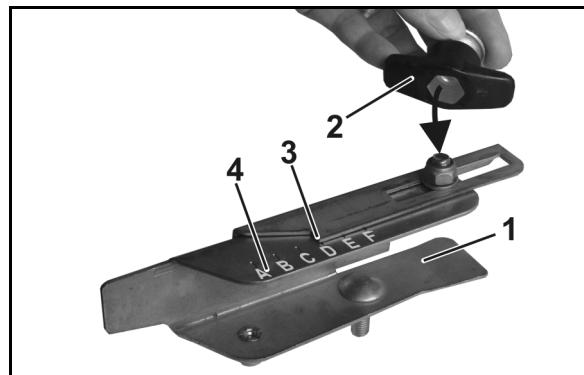

Fig. 79
3. Løsne skruforbindelsen mellom den ytre vingedelen (Fig. 79/1) og vingemutrenes unbrakoskrue (Fig. 79/2).
4. Sett avlesekanten (Fig. 79/3) på riktig bokstav i skalaen (Fig. 79/4) og still inn i henhold til spredetabellen før skruforbindelsen trekkes godt til igjen.